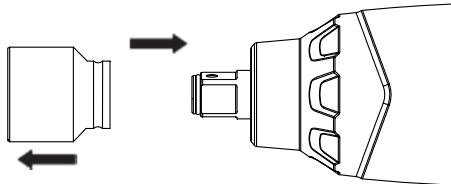

Fig. 3
1. Insérez une douille dans carré d'entraînement. (voir Fig. 3)
1. Retirez directement la douille du carré d'entraînement. (voir Fig. 3)